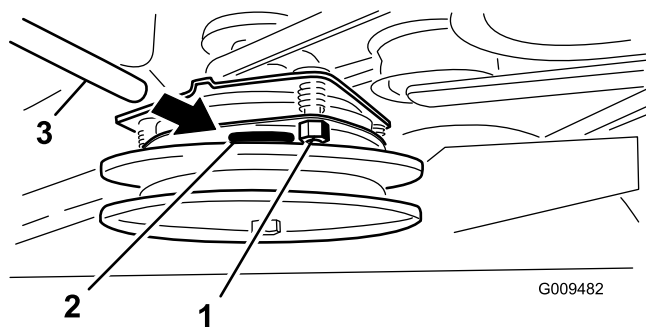

Figura 53
2. Se è necessario eseguire una regolazione, impostate uno spazio di 0,381 mm all'altezza di ognuna delle tre fessure di regolazione. Stringete i dadi di bloccaggio fino a fissare leggermente lo spessore facendo però in modo di poterlo muovere facilmente all'interno del traferro (Figura 53).